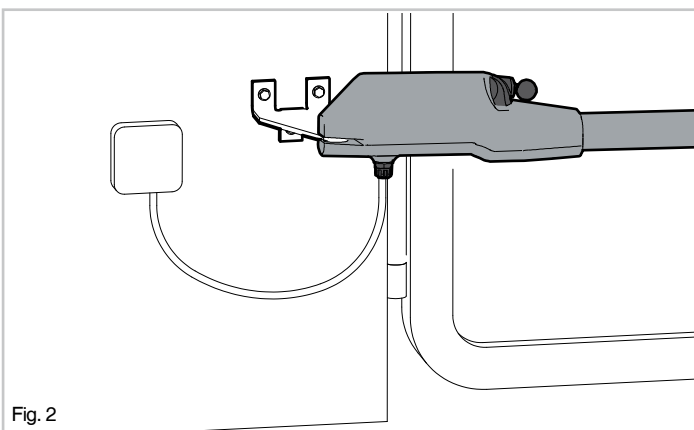

Fig. 2
- Il cavo elettrico in uscita dall'attuatore non deve essere teso, ma fare un'ampia curva verso il basso onde evitare la rottura all'ingresso del motoriduttore e il riflusso di acqua. (Fig. 2)